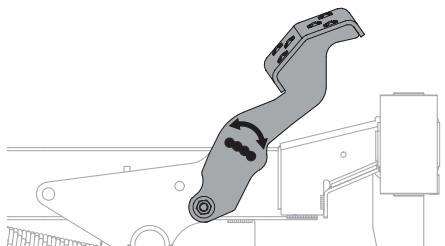

Figure 37
3. Positionnez la pédale sur la position optimale en fonction des préférences de l'opérateur (Figure 37).